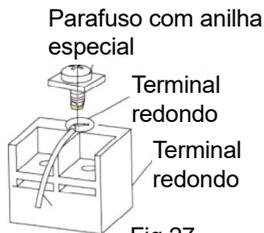

Fig 27
(2). Para ligação com cabo flexível (fig.27)
- 4). Posicione o fio do terminal redondo e recoloque e aperte o parafuso do terminal com uma chave de fendas.(Fig.27).